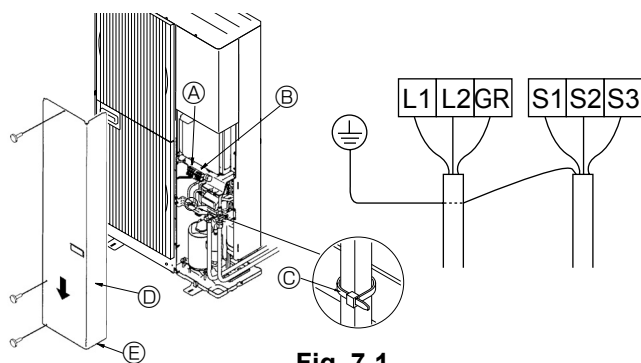
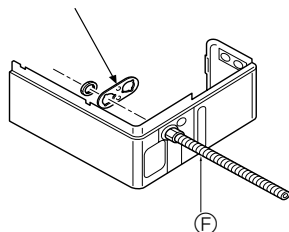

Fig. 7-1
Fig. 7-2
7.1. Unidad exterior (Fig. 7-1) (Fig. 7-2)
- ① Extraiga el panel de servicio.
- ② Efectúe el cableado según se muestra en la Fig. 7-1.
- ③ Se suministran las placas de montaje del conducto (ø22 mm [7/8"]). Pase los cables de alimentación y de transmisión por los orificios troquelados adecuados, retire la pieza troquelada de la parte inferior de la caja de terminales y conecte los cables. (Fig. 7-2)
- ④ Asegure los cables de alimentación a la caja de terminales utilizando un mangoito separador para la fuerza de tracción (conexión PG o similar).